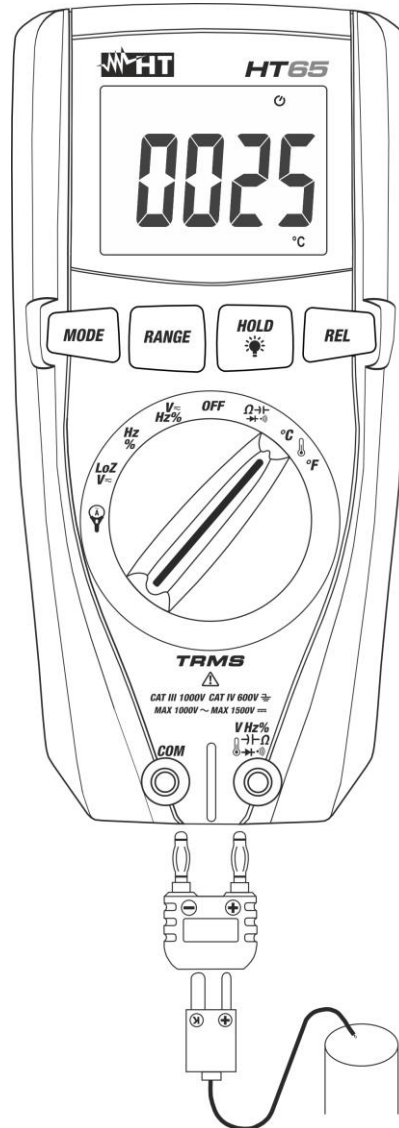

Fig. 9: Utilisation de l'instrument pour mesure de Température
2. Insérer l'adaptateur fourni dans les bornes d'entrée $\text{V Hz \% } \Omega \rightarrow \leftarrow \rightarrow \leftarrow$ (polarité +) et **COM** (polarité -) (voir Fig. 9)